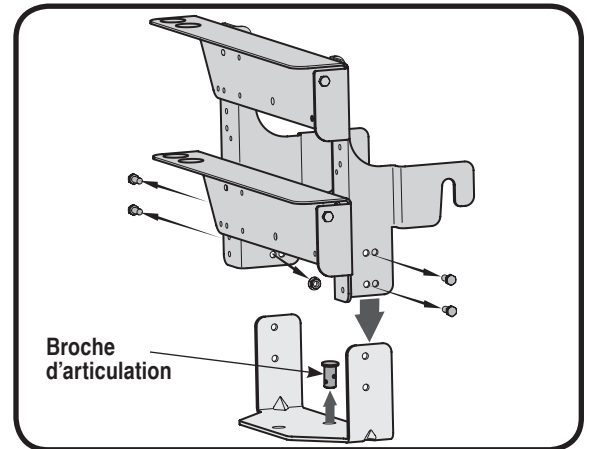

Figure 14
- Voir la Figure 14.
3. Retirez l'anneau de retenue et la broche d'articulation de la plaque d'attache comme illustré à la Figure 14. Conservez ce matériel.